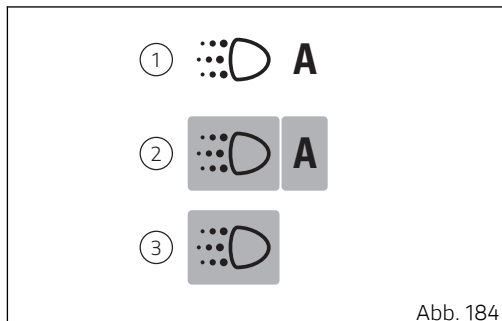

Abb. 184
- wird bei eingeschaltetem Abblendlicht und ausgeschalteter DRL-Beleuchtung die Angabe (1, Abb. 184) angezeigt;
- wird bei ausgeschaltetem Abblendlicht und eingeschalteter DRL-Beleuchtung, die Angabe (2, Abb. 184) auf grünem Untergrund im Modus „TAG“ und in Grün im Modus „NACHT“ angezeigt.
- wird bei ausgeschaltetem Abblendlicht und eingeschalteter DRL-Beleuchtung, die Angabe (3, Abb. 184) auf grünem Untergrund im Modus „TAG“ und in Grün im Modus „NACHT“ angezeigt.